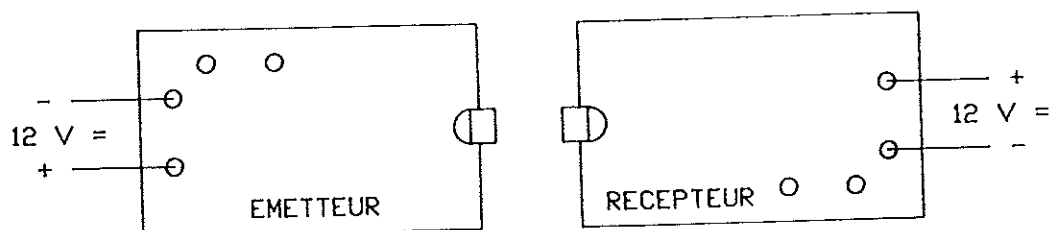

figure 6 : Propagation dans l'air d'un signal infrarouge
- placer, juste en face l'un de l'autre, les 2 connecteurs (figure 6). La DEL rouge du récepteur doit s'allumer. Le signal infrarouge a traversé l'espace qui sépare le photoémetteur du photorécepteur. Au delà de 20 mm d'écartement (si on alimente en 12 volts) la DEL du récepteur s'éteint).